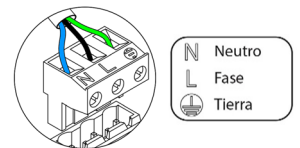

Fig. 67
La conexión de alimentación eléctrica del módulo se realiza mediante una borna de 3 pines (1). Fije los cables con los tornillos de la borna respetando la polaridad de la misma (Fig. 67).